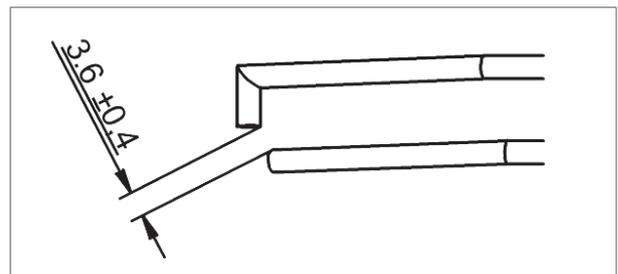

Figure 21 - Écart entre les deux électrodes
- b. L'écart entre les deux électrodes doit être égale à (\pm) mm (figure 21).